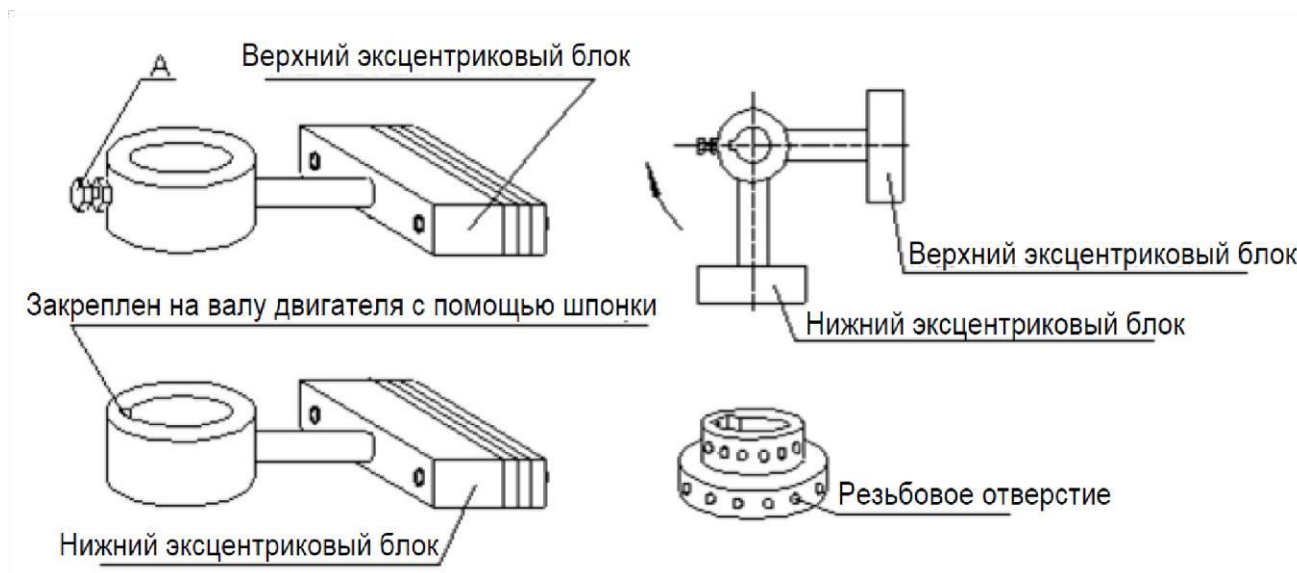

Рис. 2
- 1) Измените силу возбуждения путем регулировки внутреннего угла между верхним и нижним эксцентриковыми блоками. Эксцентриковые блоки прикреплены к обоим торцам вала двигателя с фиксированным нижним эксцентриковым блоком, поэтому верхний эксцентриковый блок используется для регулировки внутреннего угла. Проекция обоих блоков на плоскость составляют угол, который обычно равен 90°, как показано на Рис. 2. Места расположения верхнего и нижнего эксцентриковых блоков показаны на Рис. 2, при этом стрелка указывает направление вращения двигателя. Верхние и нижние шпоночные